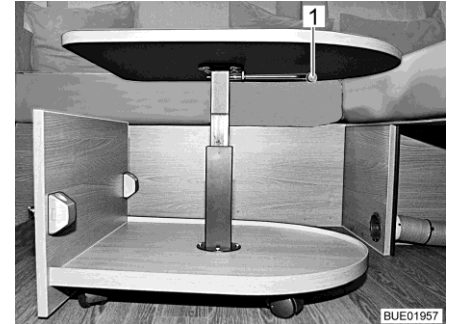

Fig. 128 Mesa de centro extendida
- Girar la palanca de bloqueo (Fig. 128,1) 90° hacia abajo.